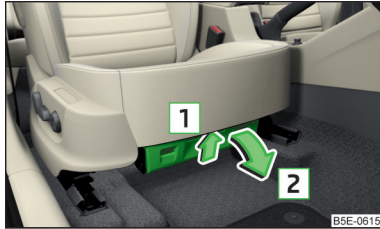

Abb. 109
- Zum **Öffnen** auf den Griff in Pfeilrichtung **1** drücken und das Fach in Pfeilrichtung **2** aufklappen » **Abb. 109**.